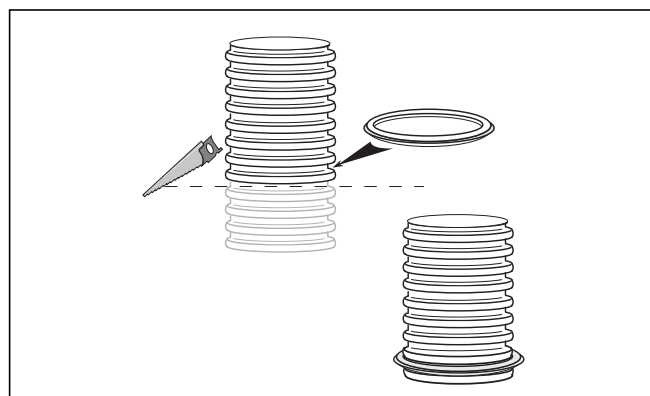

Рис. 5.39 Укорачивание гибкого выпускного газопровода и монтаж уплотнения
Укорачивайте гибкий выпускной газопровод (см. рис. 5.39) только в том случае, если закрепили его на устье шахты.
- Затем монтируйте уплотнение в самом нижнем неповрежденном желобке выпускного газопровода (см. рис. 5.39)